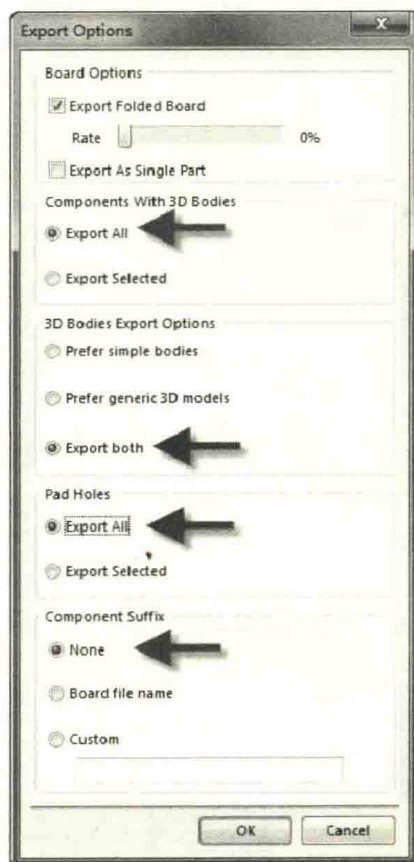

图 11-44 导出选项设置
(2) 在弹出的对话框中按图 11-44 所示进行设置。
- ① Components With 3D Bodies—Export All：对含有 3D 模型的元件全部都导出来。
- ② 3D Bodies Export Options—Export both：对简单模型和导入的模型都进行导出。
- ③ Pad Holes—Export All：对焊盘孔都进行导出。
- ④ Component Suffix—None：不用添加元件的后缀。